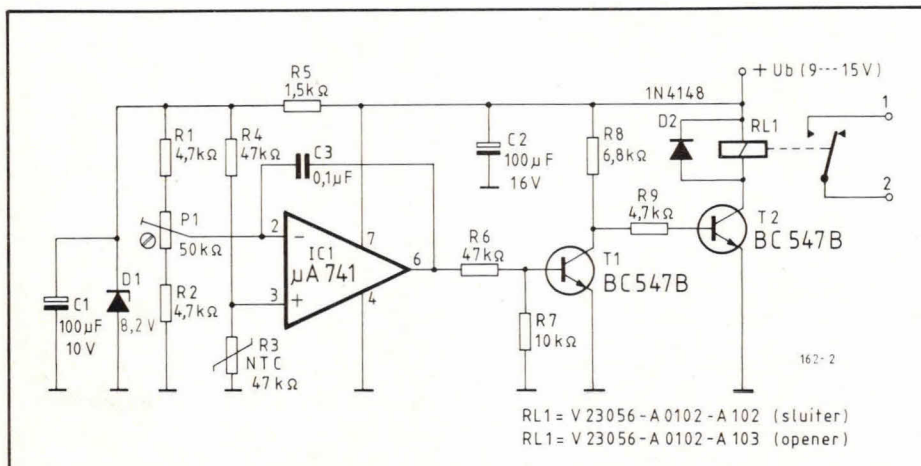
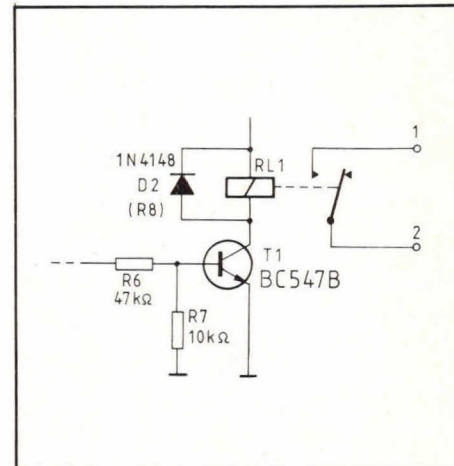

Fig. 2. Het complete alarm, waarbij RL1 bekrachtigd is bij te hoge temperaturen.
Fig. 3. De modificatie van de schakeling volgens fig. 2. Hierbij is het relais bekrachtigd bij te lage temperaturen.
Fig. 2 geeft het schakelschema, waarbij R3 de NTC weerstand is. Met P1 kan het schakelpunt worden ingesteld. Dat is nl. de temperatuur waarbij alarm moet worden gegeven. Of dit gaat om een boven- of ondertemperatuur hangt af van de rest van de schakeling.
Zoals in fig. 2 is aangegeven, zal relais R1 bekrachtigd zijn als de temperatuur te hoog is. In dat geval ligt punt 3 van IC1 onder het niveau van punt 2 en IC1. Punt 6 is dan nul en T1 spert, zodat T2 geleidt
Fig. 5. De componentenopstelling van de schakeling volgens fig. 2. Extern heeft het printje 7 aansluitpunten. Als aan R3 lange draden komen kan over deze weerstand het beste een elco van 100  $\mu$ F/16 V worden geplaatst.
Als het relais nu een verbreekcontact heeft, hebben we een fail-safe alarm voor te lage temperaturen. Als een omgekeerde werking wordt vereist, kan de schakeling eenvoudig worden gewijzigd. T2, R9 en R8 worden weggelaten. I.p.v. R8 komt diode D2 uit fig. 3 en de relaispoel RL1.
We hebben nu een fail-safe alarm dat werkt voor alarm bij te hoge temperaturen. Als de temperatuur te hoog wordt, of de voeding valt uit, zal het relais afvallen en het verbreekcontact worden gesloten. Het relaiscontact kan worden gebruikt om het eigenlijke alarm te sturen. Afhankelijk van de toepassing van het alarm kan het schema volgens fig. 2, met of zonder de modificatie van fig. 3, worden gebouwd. Daarbij kan voor RL1, afhankelijk van de toepassing, een maak- of verbreekcontact worden gekozen.
Fig. 7. De componentenopstelling van de schakeling volgens fig. 2 met de modificatie van fig. 3. T2, R8 en R9 ontbreken. Een klein draadje zorgt voor de relaisspoelverbinding.
De componentenopstelling volgens fig. 5 is voor de schakeling van fig. 2. Als de modificatie van fig. 3 wordt ingebouwd moet de componentenopstelling van fig. 7 worden aangehouden. Let op het kleine koperdraadje (X) dat 2 printgaten verbindt!